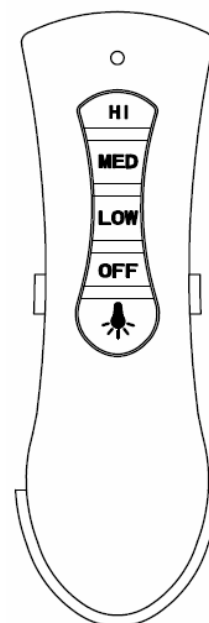

Fig. 15b
3. Emboîtez la télécommande dans le support. (Fig. 15b).